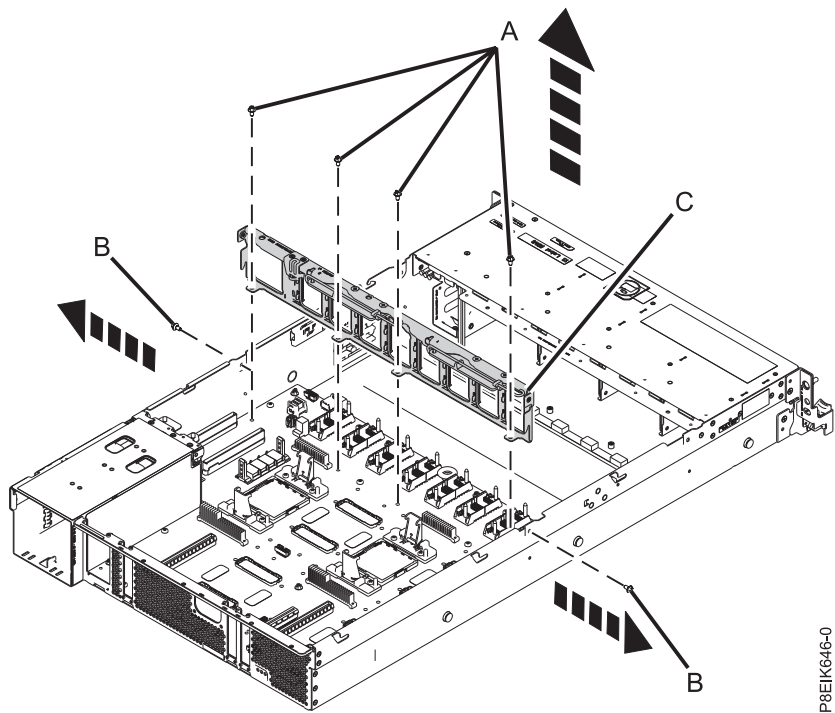

Figure 143. Retrait du support du milieu et emplacement des vis
14. Retirez le support du milieu (C). Voir figure 143.
- a. Retirez la vis (B) de chaque côté du système.
- b. Retirez les quatre vis (A) de fixation du support du milieu au fond de panier système.
- c. Soulevez le support du milieu (C).